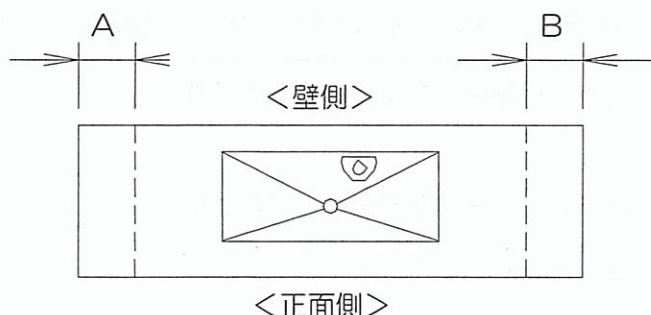

図9-1
①手洗い付きタイプの場合
(1) カウンターをカットしてください。カット寸法は下記の式で計算してください。(図9-1・2)